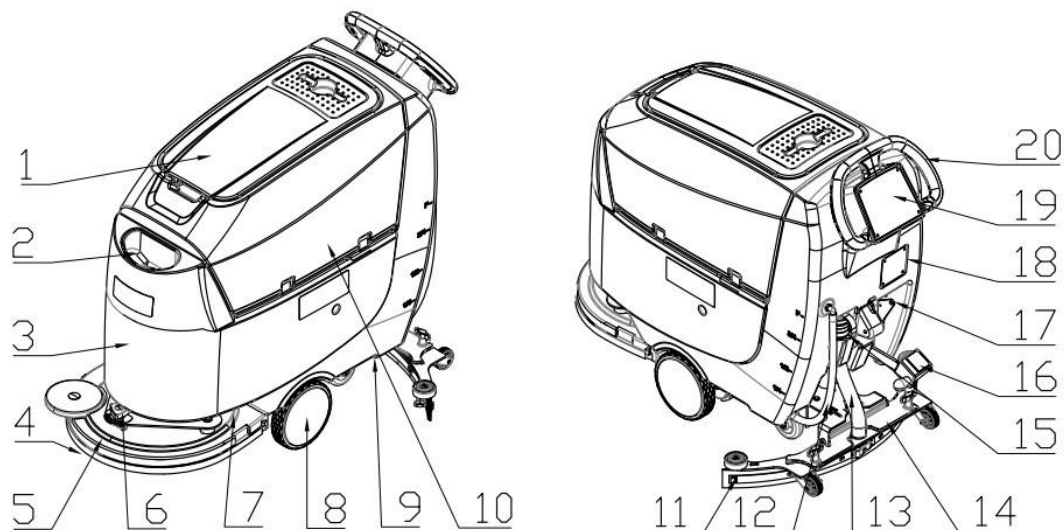
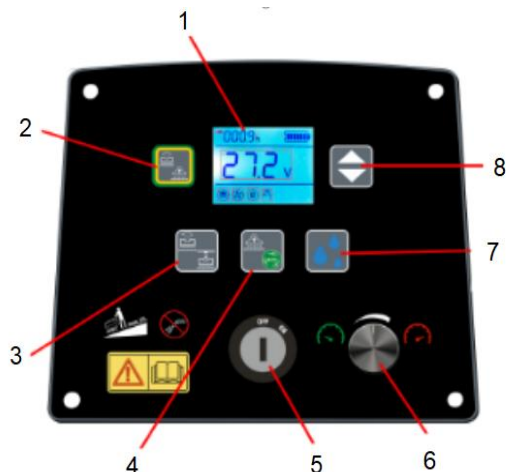

Рис. 1 – Схема компонентов
Рис. 2 – Панель управления
2. Нажмите на педаль опускания/подъема щеткодержателя (рис. 1, поз. 16), чтобы опустить держатель для установки щетки или держателя падов.
4. Включите двигатель вращения щетки при помощи кнопки (рис. 2, поз. 3) и всасывающий двигатель при помощи кнопки (рис. 2, поз. 4).
1. Нажмите педаль (рис. 1, поз. 16), чтобы поднять щеткодержатель, а затем нажмите и удерживайте кнопку снятия щетки (рис. 2, поз. 3) в течение трех секунд, пока щетка, либо держатель падов не снимутся в автоматическом режиме и не упадут на землю.
6. Нажмите на кнопку быстрого старта (рис. 2, поз. 2) или на кнопки запуска вращения щетки (рис. 2, поз. 3) и кнопку включения насоса (рис. 2, поз. 4), загорятся соответствующие индикаторы (рис. 3, поз. 6 и 7).
7. Включите и отрегулируйте мощность подачи воды в соответствии с состоянием очищаемой поверхности нажатием на кнопку подачи чистой воды (рис. 2, поз. 7).
8. Регулятором скорости (рис. 2, поз. 6) установите необходимую скорость машины. Выбор регулировки следует выбирать в зависимости от чистоты полов.
1. Нажмите на кнопку включения/выключения щеточного двигателя (рис. 2, поз. 3), чтобы выключить его.
3. Нажмите кнопку включения/выключения всасывающего двигателя (рис. 2, поз. 4), чтобы выключить его. Двигатель будет выключен через задержки в 5 секунд для всасывания оставшейся на земле жидкости.